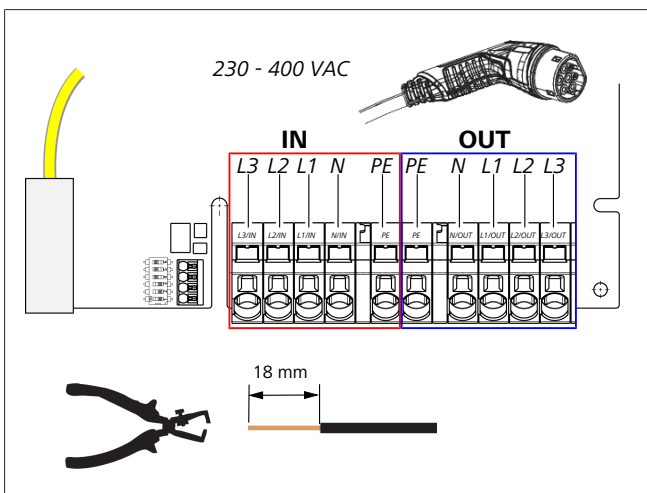

Fig. 8
9. À l'aide du tournevis à fente (3,5 mm), raccordez les extrémités du câble selon les spécifications de la figure (Fig. 8) sur le bornier de connexion gauche avec l'inscription „IN”.